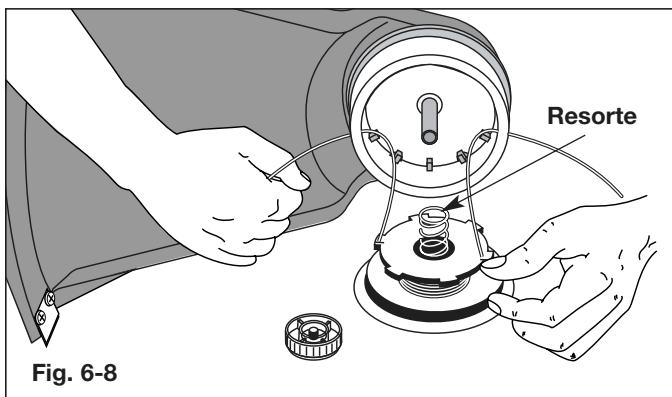

Fig. 6-8
13. Inserte los extremos de la línea a través de los ojalillos de la bobina exterior y coloque el carrete interior con el resorte dentro de la bobina exterior (Fig. 6-8). Empuje el carrete interior y la bobina exterior entre sí. Mientras sostiene el carrete interior y la bobina exterior, tome los extremos y tire con firmeza para soltar la línea de las ranuras de fijación de la bobina.
5. Inserte los extremos de la línea en los ojalillos de la bobina exterior (Fig. 6-8).